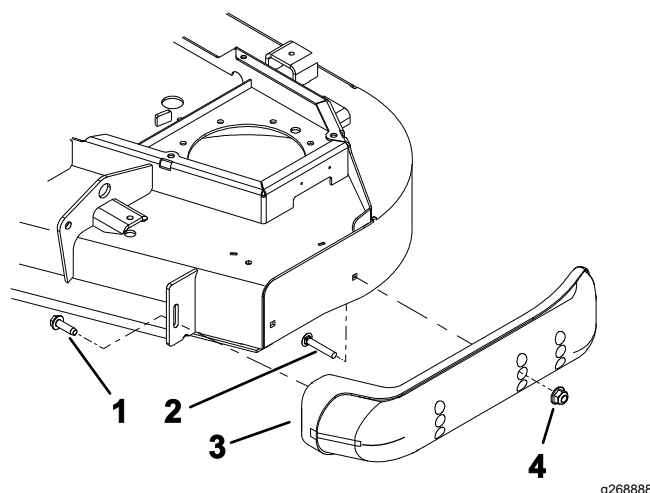

Figure 12
3. Desserrez la vis à l'avant de chaque patin (Figure 12).
5. Placez chaque patin à la position voulue et fixez-les avec les boulons à embase et les écrous (Figure 12).